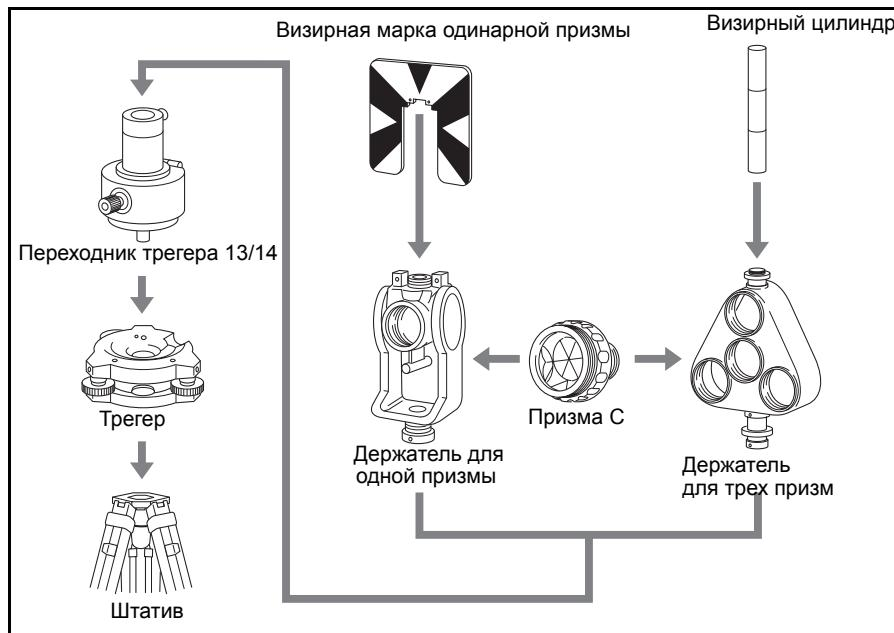

Рисунок 2.4 Сборка призменного отражателя
- Соберите отражающую марку как показано ниже, см. Рисунок 2.4.